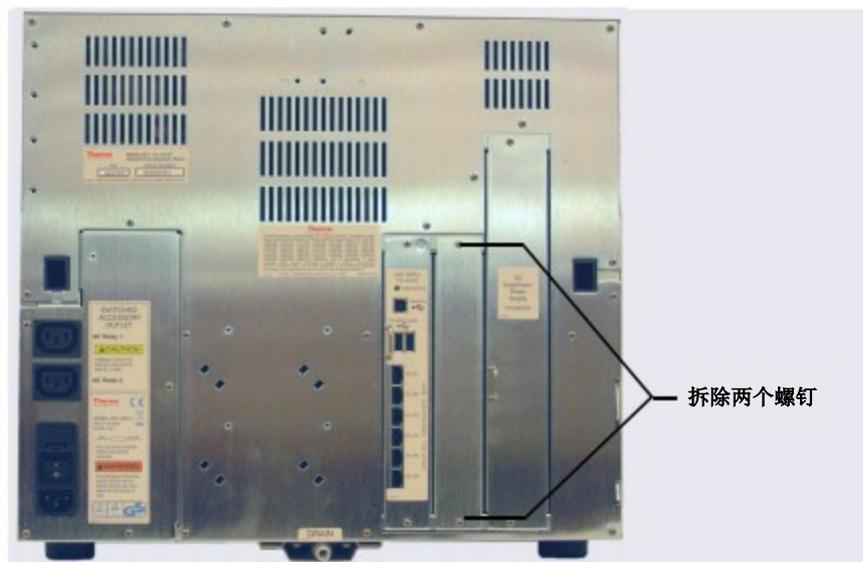

图 10-41. DC 后面板：拆除盖板
4. 拆除连接盖板或现有电路板与 DC 狭槽的两个螺钉（见图 10-41）。保存螺钉。